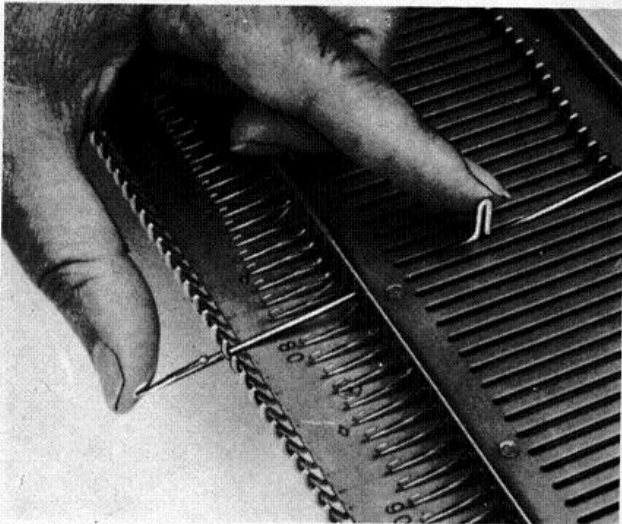

Fig. 76
- 2) Tirer l'aiguille au maximum vers vous (fig. 76) en position F, appuyer sur le crochet de l'aiguille de façon à soulever le bout de la tige de l'aiguille qui se dégage de la fente.